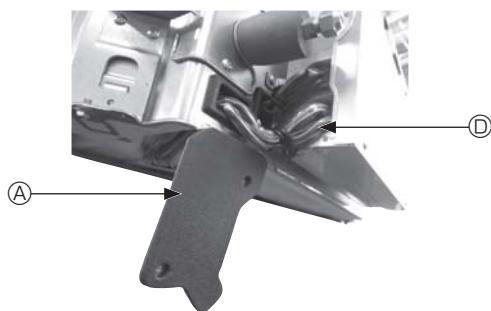

Fig. 4-4
- ① Retire los dos tornillos que sujetan la cubierta de alambre de la unidad principal, y luego abra la cubierta.
- ② Pase los cables del sensor i-See y del receptor de señales por las entradas de cable de la caja de componentes eléctricos, tal como se muestra en el diagrama y alrededor de los casquillos del lado de la unidad principal. (Fig. 4-4)